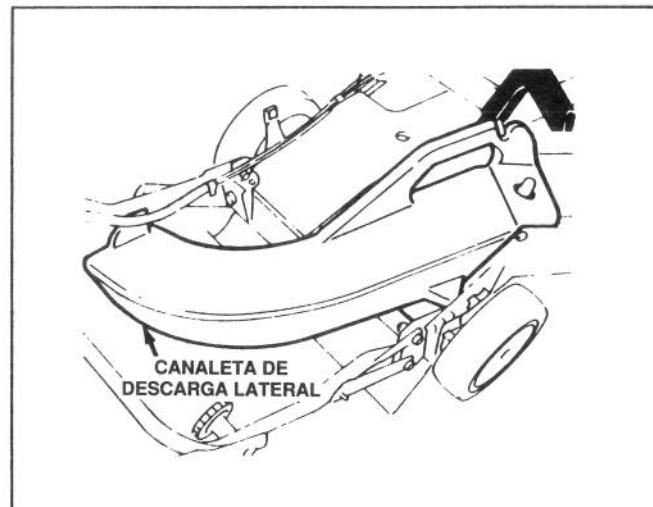

Figure 31
1. **Equipo de Descarga Lateral, Modelo No. 59168** – Se instala en segundos. Montaje trasero en el lugar del saco para hierba. Dispersa los recortes al tiempo que recorta a ambos lados (Fig. 31).